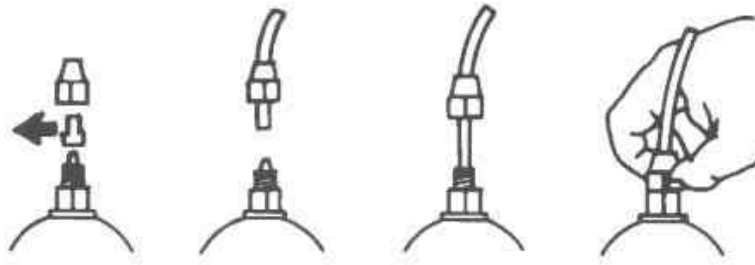

Рис. 7
- д. - Снимите защитные колпачки с двух ниппелей, подсоедините к ниппелям шланги, а затем закрепите шланги с помощью накидных гаек. (Рис. 7).